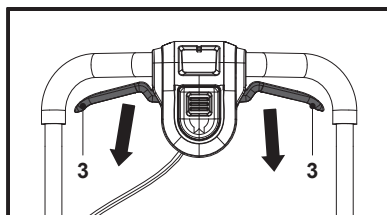

Fig. 18
Solte as alavancas de arranque (3) para parar o motor e a lâmina de corte (22) (Fig. 18).